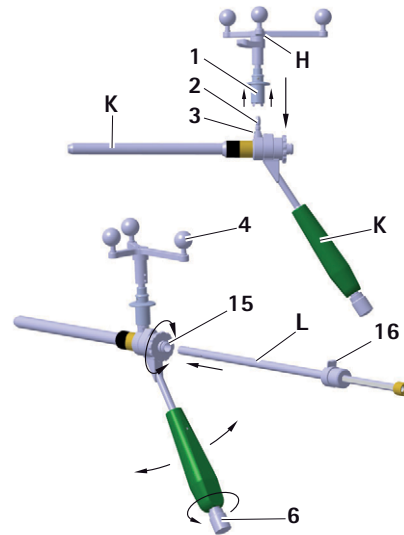

Abb. 12 Montage der Aesculap-Sterneinheit auf S⁴C-Führungshülse; Einsetzen der S⁴C-Innenbohrhülse
- ▶ Um eine uneingeschränkte Sicht der Kamera auf die reflektierenden Marker-Kugeln sicherzustellen, Knauf **6** am S⁴C-Handgriff der S⁴C-Führungshülse **K** aufdrehen und Aesculap-Sterneinheit **H** in die gewünschte Position drehen, siehe Abb. 12.
Die Innenbohrhülse rastet auf der inneren Hülse ein und bleibt drehbar, siehe Abb. 12.